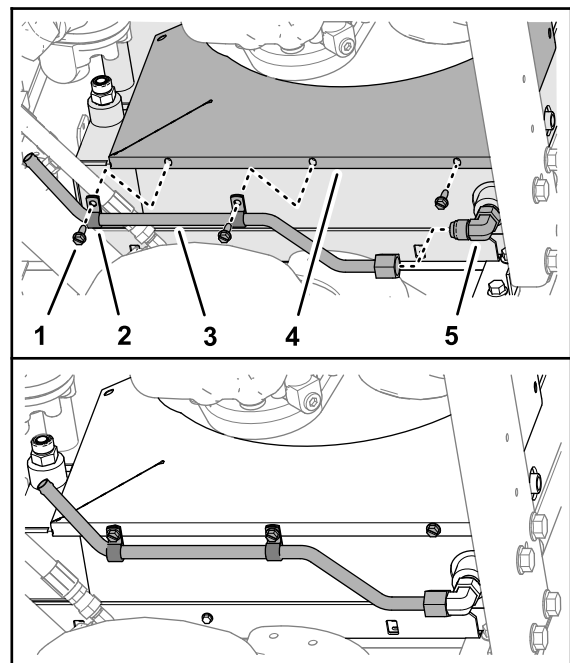

Рисунок 34
2. Установите 2 опорных зажима на впускную трубку маслоохладителя (Рисунок 34).
3. Наверните накидную гайку трубки на прямоугольный штуцер (Рисунок 34).
4. Присоедините зажимы, трубку и нижний кожух к радиатору/маслоохладителю (Рисунок 34) с помощью 3 самонарезающих шурупов (1/4 x 3/4 дюйма).